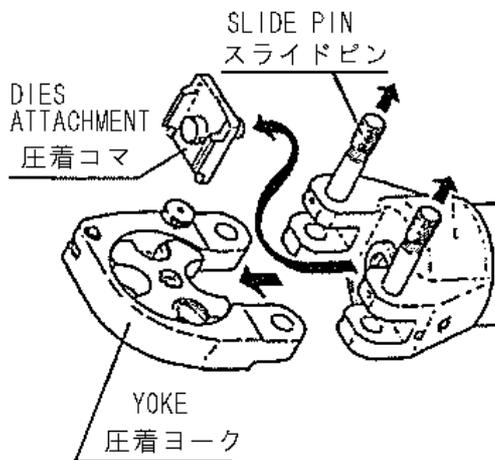
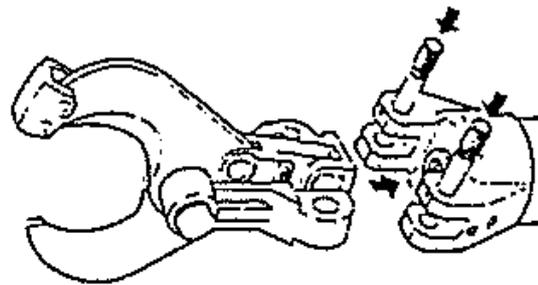

Fig.2
Fig.3
- (1) TE REC-Li250M 本体のスライドピンを止まるまで引き抜き、圧着ヨークおよび圧着コマを外します。(Fig.2)
- (2) リリーススイッチを押しピストンを下死点まで下げます。
- (3) ケーブルカッタをシリンダヘッドへ装着します。この時、スライドピンを確実に根元まで差し込んでください。セットが不完全なまま作業をおこないますと、軸、その他破損を生じる場合がありますのでご注意ください。(Fig.3)
- (4) TE REC-Li250M 本体のヘッド部は 180° 回転しますので作業に適した角度にセットしてください。
- (5) 被切断物の切断箇所をブレードの間にはさみます。
- (6) TE REC-Li250M の動作スイッチを押して切断します。
- (7) 切断が完了しリリーススイッチを押してピストンを下死点まで下げますと、ブレードも同時に開きます。
- (8) 切断後は、ブレードおよび摺動部に付着している切屑やゴミ等が次の切断作業時にかみ込まないようにきれいに取り除いてください。
- (1) Pull out the slide pin of TE REC-Li250M main unit until it stops and remove yoke and dies attachment (Fig.2).
- (2) Press the release switch to lower the piston to the bottom dead center.
- (3) Attach the cable cutter to the cylinder head. At this time, insert the slide pin up to the bottom surely. If you carry out a work while the setting is incomplete, an axis or other part may be damaged (Fig.3).
- (4) The head part of a TE REC-Li250M main unit rotates by 180°. Set it to the angle suitable for a work.
- (5) The cable to cut is inserted between blades.
- (6) Press the operation switch of TE REC-Li250M main unit to cut the object.
- (7) After the cutting is completed, press the release switch and lower the piston up to the bottom dead center. The blades open at the same time.
- (8) After the cutting, remove cutting dust and dirt attached to blades and sliding part so that they do not get involved in them at the next cutting work.